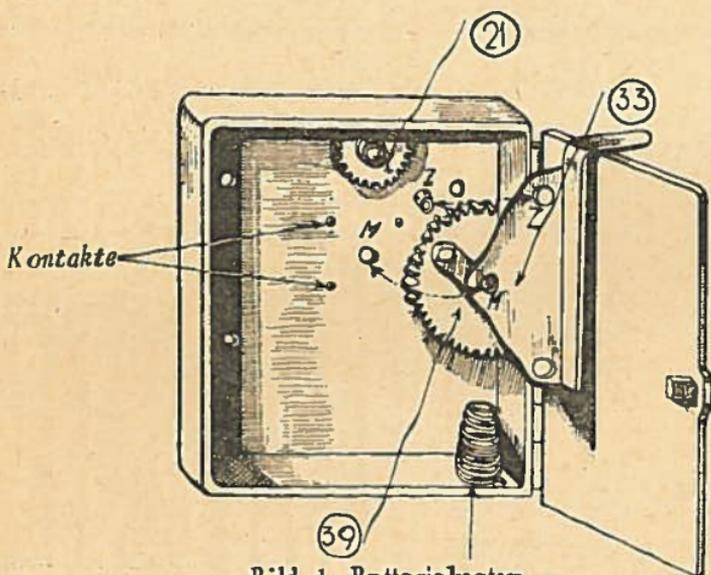

Bild 1. Batteriekasten.
Wir wollen nun zuerst die Teile zusammenbauen, die das Gerüst bilden, auf den der Motorblock aufgesetzt wird. Zu diesem Zweck nehmen wir den Batteriekasten (7) so in die Hand, daß der geöffnete Deckel nach rechts weist. Wir entnehmen weiter das kleine Stirnband (21) dem Baukasten und schieben dessen Welle von innen in das oberste Loch des Batteriekastens (siehe Bild 1). Wichtig ist, daß sich dieses kleine Stirnrad frei drehen läßt. Nun nehmen wir das Verteiler-Stirnrad (39) und setzen es mit seiner Welle in das Loch im Batteriekasten, das in der Mitte (M) zwischen den vier Kontaktpunkten liegt. Die beiden Stirnräder greifen jetzt ineinander ein und müssen sich leicht drehen lassen. Nun ent-
Es muß bei oberer Totpunktstellung des Kolbens im Zylinder I und bei geschlossenen Ventilen im gleichen Zylinder das Verteiler-Zahnrad so stehen, daß man durch das Loch den unteren Kontaktpunkt sieht, was soviel besagt, daß der Kontakt durch den Federbügel zur obersten Klemme hergestellt ist. Mit dieser Klemme ist aber das rote Kabel verbunden, das zur ersten Zündkerze führt. Jetzt setzen wir das Batterie-Kontaktblech (33) auf und ziehen die beiden Halteschrauben fest (siehe Bild 1 und 3), worauf die Einstellung beendet ist. Schließlich nehmen wir jetzt noch als letzten Teil die Batterie (31) aus dem Baukasten und setzen sie so in den Batteriekasten (7) ein, daß sie auf ihrer Unterseite durch die Druckfeder angehoben wird, durch die sie mit dem Bodenblech und der Masse-schiene verbunden ist, während sie mit ihrer Mittelelektrode an den rechtwinkeligen Ansatz des Batteriekontaktblechs (33) angepreßt wird.